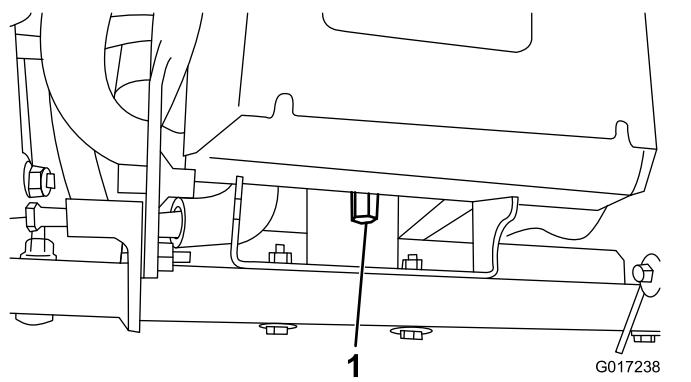

図 12
4. バッテリーのベースの後部をマシンのフレームに固定している背の高いナットを外す図 12。